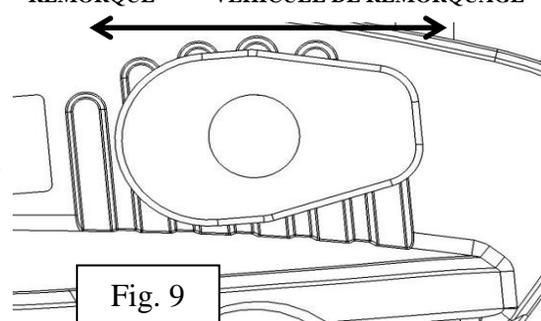

Fig. 9
17. Régler l'angle de la monture de boule en alignant la rondelle dentée sur les sillons de la monture, comme illustré à la Fig. 9. **Nota :** Utiliser cet angle de monture de boule comme point de départ. Pour régler l'angle de la tête, placer la rondelle dentée dans les sillons qui donneront l'angle de tête voulu. Voir la page 9 concernant le guide de réglage.